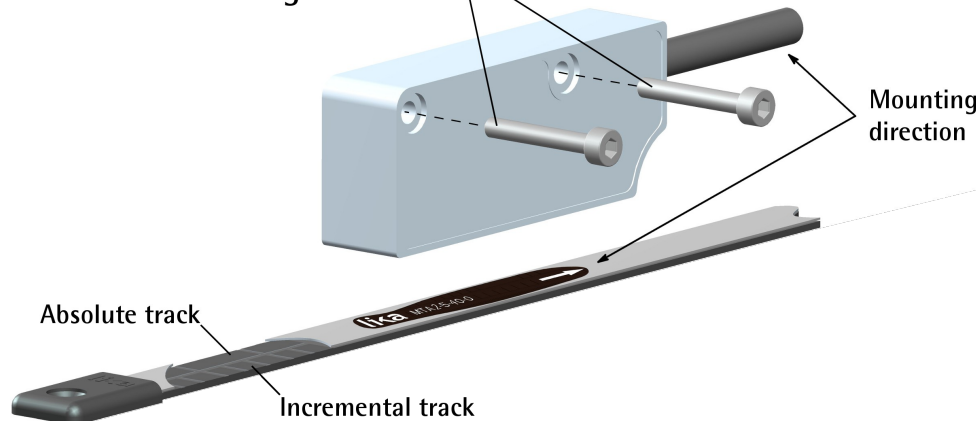

Figura 1
La Figura 1 mostra come il sensore e la banda debbano essere appaiati; si badi che la banda MTA2 può presentare una traccia assoluta su un lato e una traccia incrementale sull'altro, prevedendo quindi una precisa direzione di montaggio!
Il sistema non può funzionare se montato diversamente da come mostrato nella Figura 1.
3.4 Lunghezza di misura (Figura 1)
L'area del sensore deve essere sempre compresa completamente entro i limiti della superficie magnetica della banda, pertanto la **massima lunghezza di misura** corrisponde alla lunghezza massima della banda cui è sottratta la lunghezza della testina (e due ulteriori sezioni di sicurezza a entrambi gli estremi ciascuna della dimensione di un polo). Per esempio: se la corsa della vostra applicazione è di 5.000 mm, la lunghezza della banda da installare sarà quindi: 5.000 mm (lunghezza di misura) + 55 mm (dimensione della base della testina, si veda la Figura 1) + 2 x 2 mm (dimensione di due passi polari per motivi di sicurezza) = 5.059 mm.
4.4 Direzione di conteggio standard (Figura 1)
La direzione di conteggio positiva (informazione crescente) si ottiene quando il sensore muove sulla banda nella direzione indicata dalla freccia bianca di Figura 1. Nell'interfaccia BiSS la direzione di conteggio può anche essere impostata di modo che l'informazione crescente sia fornita quando il sensore muove sulla banda della direzione opposta rispetto a quella indicata dalla freccia bianca di Figura 1. Per ulteriori informazioni riferirsi al parametro **Direzione di conteggio** nel registro **Configurazione** a pagina 29. La direzione di conteggio non può essere modificata nell'interfaccia SSI.